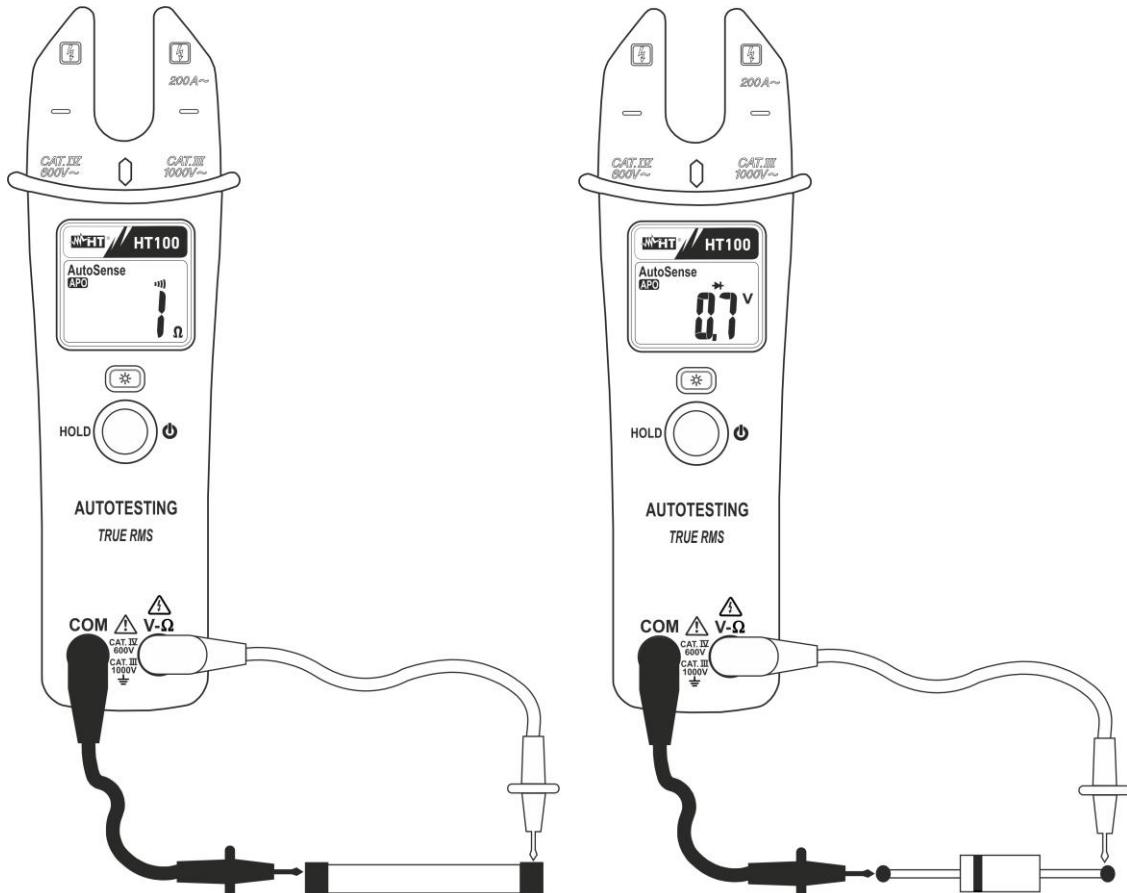

Abb. 6: Verwendung der Zange für Durchgangstest und Dioden-Test
1. Verbinden Sie die rote Messleitung mit der **V-Ω** Eingangsbuchse, und die schwarze Messleitung mit der **COM** Eingangsbuchse und führen Sie den Durchgangstest des zu messenden Objekts durch (siehe Abb. 6 – linke Seite). Das Symbol “ \leftrightarrow ” erscheint auf dem Display. Der Summer ertönt, wenn der Wert des gemessenen Widerstands niedriger als 25Ω
3. Verbinden Sie die rote Messleitung mit der Anode und die schwarze Messleitung mit der Kathode der Diode bei der Messung von direkter Polarisierung (siehe Abb. 6 – rechte Seite). Das Symbol “ \rightarrow ” erscheint auf dem Display. Bei der Messung von umgekehrter Polarisierung tauschen Sie die Messleitungen aus.